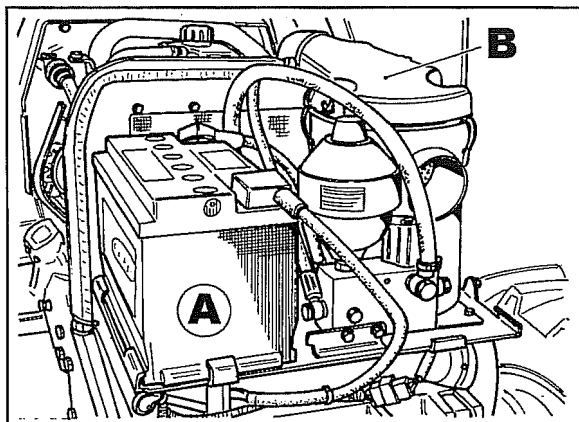

Fig. 5
3. Démontez le capot, enlevez la batterie **A** fig. 5 et le convoyeur **B** du filtre à air.